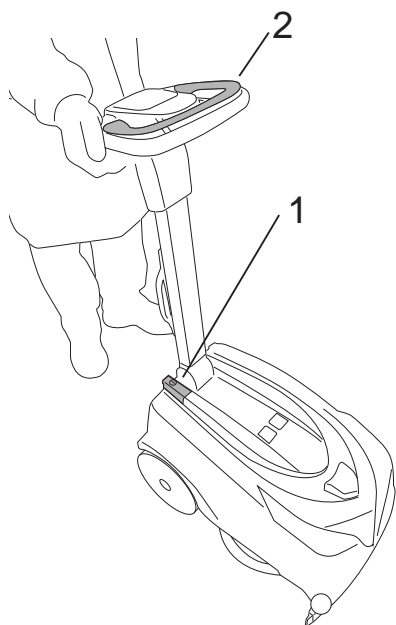
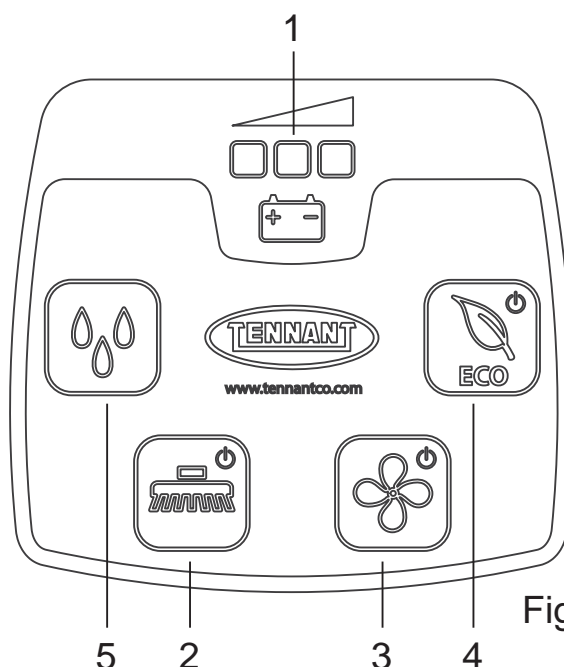

Fig.14
Fig.15
- Interruptor geral (Fig.14-Ref.1): habilita e desabilita a alimentação elétrica a todas as funções da máquina.
- Luz avisadora de controlo da carga da bateria (Fig.15-Ref.1): constituída por 3 leds de cor vermelha, amarela, verde que assinalam o nível de carga da bateria. As situações possíveis são:
- Botão da escova (Fig.15-Ref.2): habilita (“LED aceso”) e desabilita (“LED apagado”) a função da “Escova”, a escova só entra em funcionamento acionando a “Alavanca de comando da escova” (Fig.14-Ref.2).
- Botão de aspiração (Fig.15-Ref.3): liga (“LED aceso”) e desliga (“LED apagado”) o motor de aspiração, o qual permite secar o pavimento em que se está a trabalhar. O motor só entra em funcionamento acionando a “Alavanca de comando da escova”.
- Botão do fluxo da solução (Fig.15-Ref.5): para habilitar, desabilitar ou variar a saída do fluxo da solução, proceda do seguinte modo:
- Botão ECO (Fig.15-Ref.4): habilita (“LED aceso”) e desabilita (“LED apagado”) o funcionamento ECO.